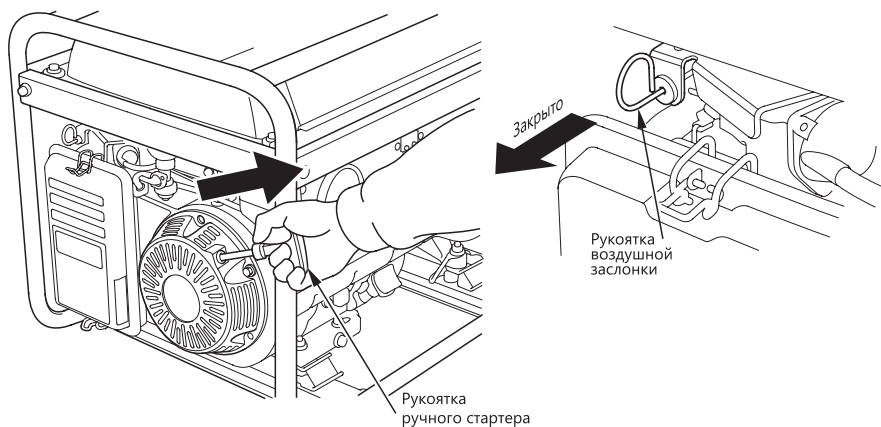

Рис. 6. Запуск двигателя
- Поверните выключатель генератора в позицию «ВКЛ.» (рис. 1). Поверните рычаг дроссельной заслонки в положение «ВКЛ.» (рис. 6). Медленно потяните за ручку стартера до тех пор, пока не почувствуете сопротивление. Это точка «сжатия». Быстро верните ручку в исходное положение.